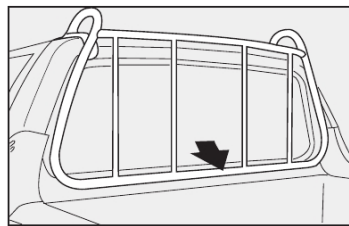
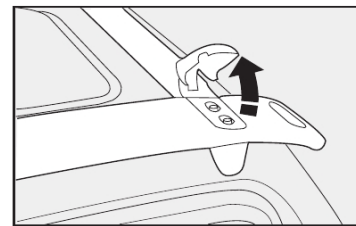

fig. 71
fig. 72
- utilizar o porta-escadas fig. 71 para apoiar e fixar corretamente os objetos de maior altura. Nas versões com cabine estendida, levantar antes os limitadores fig. 72.
Ao utilizar o porta-escadas, não apoiar objetos cujo peso seja superior a 80 kg. No caso dos limitadores fig. 72, não obrigá-los a suportar forças laterais superiores a 30 kg.